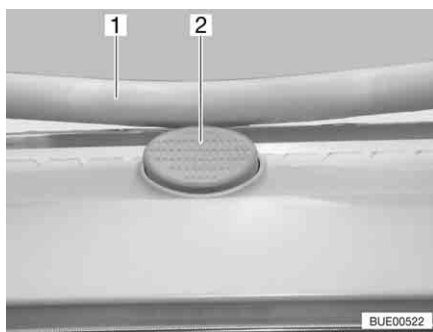

Fig. 84 Bouton de sûreté sur le lanterneau Heki
- Appuyer sur le bouton de sécurité (Fig. 84,2) et tirer l'étrier (Fig. 84,1) vers le bas avec les deux mains.
- Pousser l'étrier vers le haut avec les deux mains jusqu'à ce que ce dernier se trouve au-dessus du bouton de sûreté (Fig. 84,2).